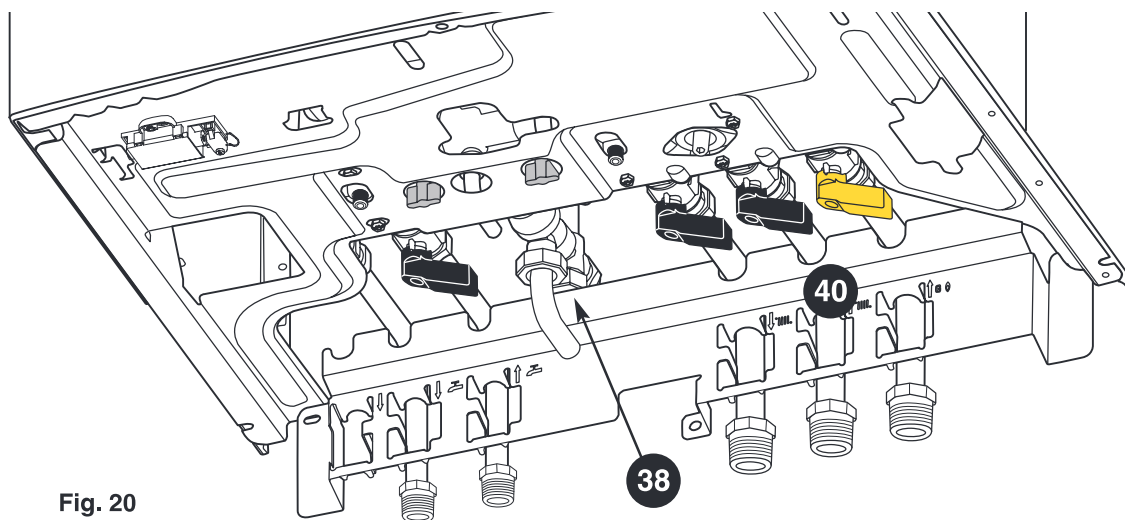

Fig. 20
- actionner la vanne d'évacuation de la soupape ballon **38** (fig. 20). L'eau s'écoule par l'orifice de vidange.